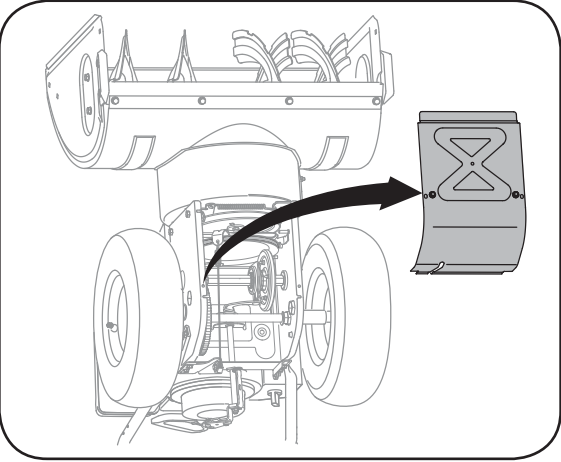

Figure 6-5
2. Basculez doucement la souffluse vers l'avant pour la faire reposer sur l'habitacle de la tarrière. Démontez le couvre-châssis du dessous de la souffluse en retirant les vis auto-taraudeuses qui le maintiennent en place. Voir la Figure 6-5.